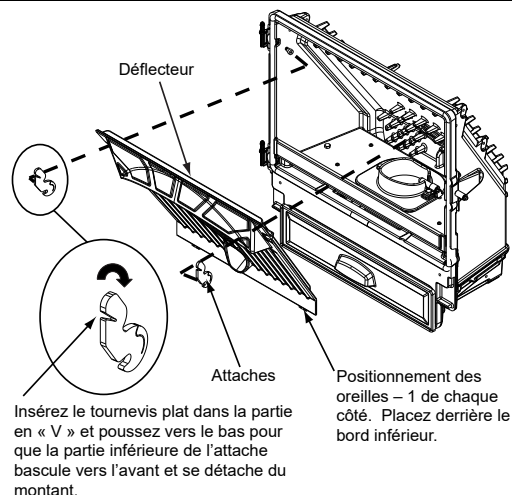

Figure 19.2
4. Enlevez le déflecteur en introduisant un tournevis plat dans la fente des attaches des angles supérieurs et faites tourner vers le bas. La partie inférieure de l'attache s'avance et se détache du montant. Soulevez le déflecteur, puis amenez-le vers vous (**Figure 19.2**).